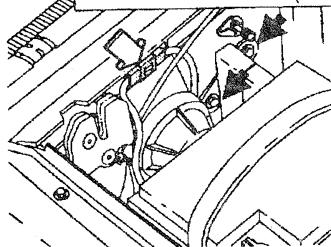

Рис.7.91.
94. Удалить крышку (рис.7.25), разъединить электрическое соединение (рис.7.91). Удалить рычаг стеклоочистителя, освободить шланг стеклоомывателя, вынуть молдинг под фарой. Заменить двигатель.